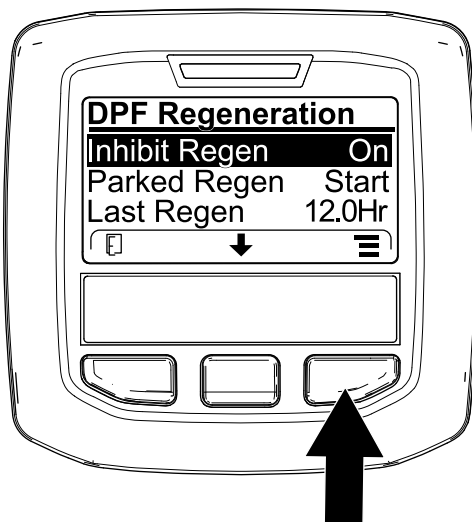
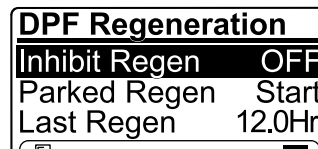

Bild 35
Bild 36
1. Navigieren Sie auf das Menü „DPF Regeneration“, drücken Sie die mittlere Taste und navigieren Sie auf die Option INHIBIT REGEN.; drücken Sie die rechte Taste, um den Eintrag „Inhibit Regen.“ auszuwählen (Bild 35).
2. Drücken Sie die rechte Taste, um die Einstellung für das Verhindern der Regenerierung von „On“ in „Off“ (Bild 35) oder von „Off“ in „On“ (Bild 36) zu ändern.